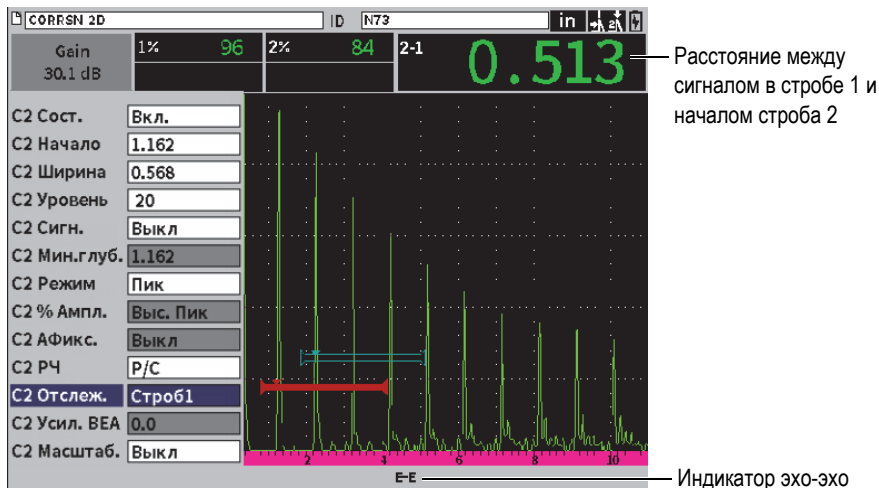

Рис. 7-7 Измерение эхо-эхо
5. Выберите значок **Строб2** () , затем установите **C2Сост.** на **Вкл.** (см. Рис. 7-7 на стр 102).